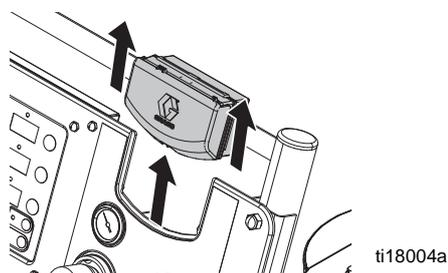

FIG. 17. Retirer le DataTrak
3. Retirer le module DataTrak du support. Voir FIG. 17. Mettre le module et le câble qui lui est attaché dans un endroit sûr.